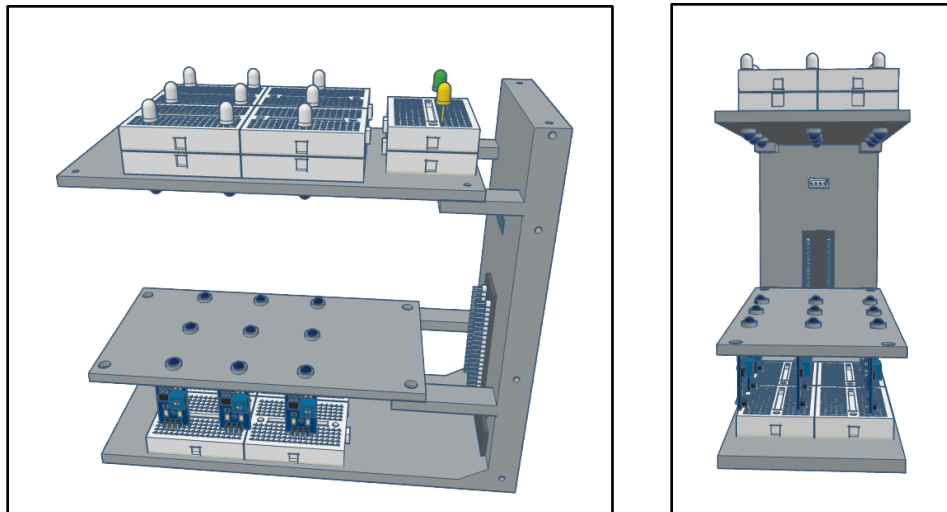

Рисунок 21. Крепление светодиодов к детали РЗ.
- b. Поместите макетные платы со светодиодами на РЗ (**Рис. 21**; для наглядности схема подключения здесь не показана). *Выполните шаги c) и d), прежде чем выполнять шаг b) c)